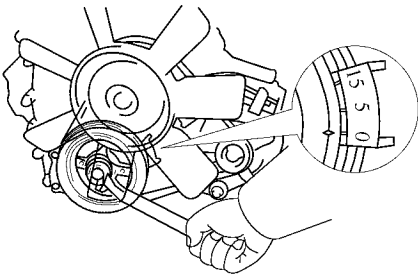
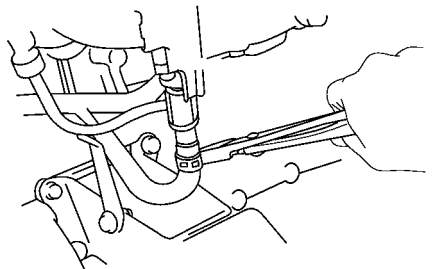

图 1-5 对准正时链罩壳上标记 O
图 1-6 脱开 1 号冷却液旁通软管
(1) 拆下 1 号 PCV 软管，再拆下高压电线和火花塞。
(2) 转动曲轴带轮使其槽对准正时链罩壳上标记 O，如图 1-5 所示，然后旋下 9 个螺栓和两个螺母，拆下气缸盖罩和垫片，再拆下半圆形螺塞和分电器。
(3) 旋下两个螺栓，拆下进气歧管的支承。
(4) 从歧管恒温器上脱开 1 号冷却液旁通软管，如图 1-6 所示。